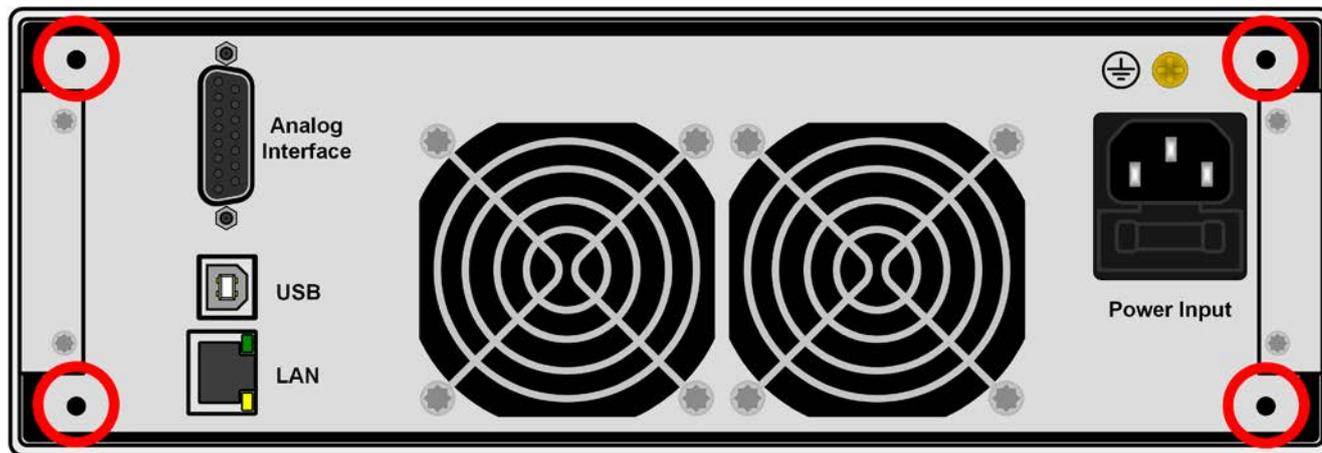

Figure 9 - Positions pour les fixations hex (3)
Procédure recommandée (voir aussi de la Figure 6 à Figure 9 ci-dessous):
2. Retirez le contour de la face avant (1). De même à l'arrière (1) en dévissant les 4 vis.
3. Placez les plaques de montage (2) et fixez-les avec 2x vis M4x10 et 2x rondelles M4 chacun. Il est recommandé ici d'utiliser un tournevis torx  $90^\circ$  (cliquet etc.).
4. Vissez les 4 fixations hex (3) M3x10 dans les trous prévus qui étaient utilisés pour tenir l'arrière (Figure 9).